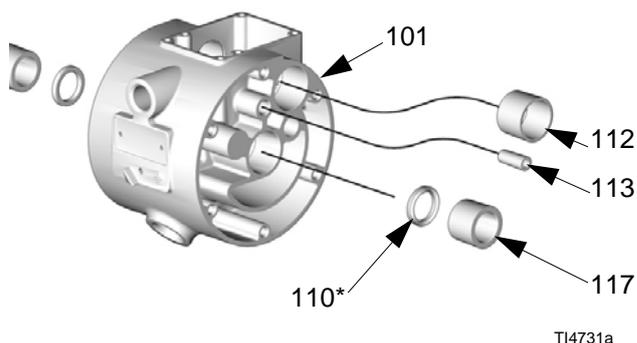

FIG. 24
4. Capots à fluide retirés, maintenez les parties plates (Y) des plateaux de chaque ensemble de membrane à l'aide de deux clés de 15,8 mm (5/8 po.) et desserrez. Un ensemble de membrane va se débloquer et le second restera attaché à l'axe.
6. Retirez le plateau (444) avec le boulon (143) installé, la membrane (446), la pièce d'appui (447) si présente et le plateau (445).
8. Recherchez des traces éventuelles d'usure ou de rayures sur l'axe de membrane (121). S'il est endommagé, vérifiez les coussinets (117) en place. Si les coussinets sont endommagés, consultez la section **Retrait des coussinets et joint d'air** à la page 28.
9. Introduisez une pointe pour joint torique dans le boîtier central (101), accrochez les joints en coupelle (110) et sortez-les du boîtier. Cela se fait avec les coussinets (117) en place. Consultez la section FIG. 24, page 28.
1. Installez les joints en coupelle (110\*) de l'axe de sorte que les lèvres soient orientées **vers l'extérieur** du boîtier (101). Lubrifiez les joints. Consultez la FIG. 24, page 28.
2. Appliquez du Loctite® rouge (forte résistance) ou un produit équivalent pour fixer le boulon (446a) à la membrane (446) si cela est nécessaire. Montez le plateau côté air (445) sur la membrane (446). Le côté le plus large, arrondi, du plateau doit être orienté vers la membrane. Appliquez du Loctite® de force moyenne (bleu) ou un produit équivalent sur les filetages de l'ensemble de la membrane. Vissez l'ensemble dans l'axe (121) en le serrant à la main.
3. Graissez la longueur et les extrémités de l'axe de membrane (121). Insérez l'ensemble d'axe/de membrane par un côté de la pompe.
8. Si vous avez retiré des coussinets d'axe de membrane (117), introduisez une pointe pour joint torique dans le boîtier central (101), accrochez les joints en coupelle (110) et sortez-les du boîtier. Vérifiez les joints en coupelle. Consultez la FIG. 24. Remplacez les pièces si nécessaire.